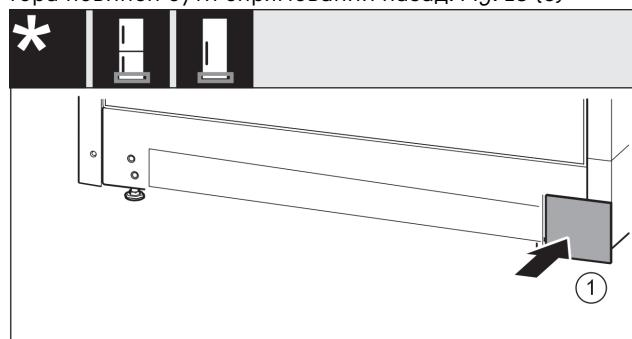

Fig. 19
- ▶ Знову одягніти кришку з іншого боку. Fig. 19 (1)